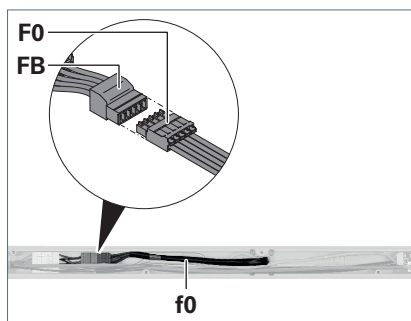

Fig. 10: Brancher le câble d'alimentation.
6. Branchez le connecteur femelle **F0** avec le connecteur mâle **FB** dans le support transversal, voir Fig. 10.